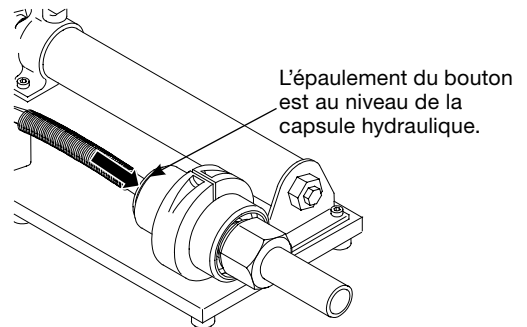

Figure 4 : Bouton indicateur en position de sertissage
5. Enfoncez le bouton indicateur jusqu'à ce qu'il s'enclenche. L'**épaulement du bouton** doit être au niveau de la capsule hydraulique. Voir la figure 4.